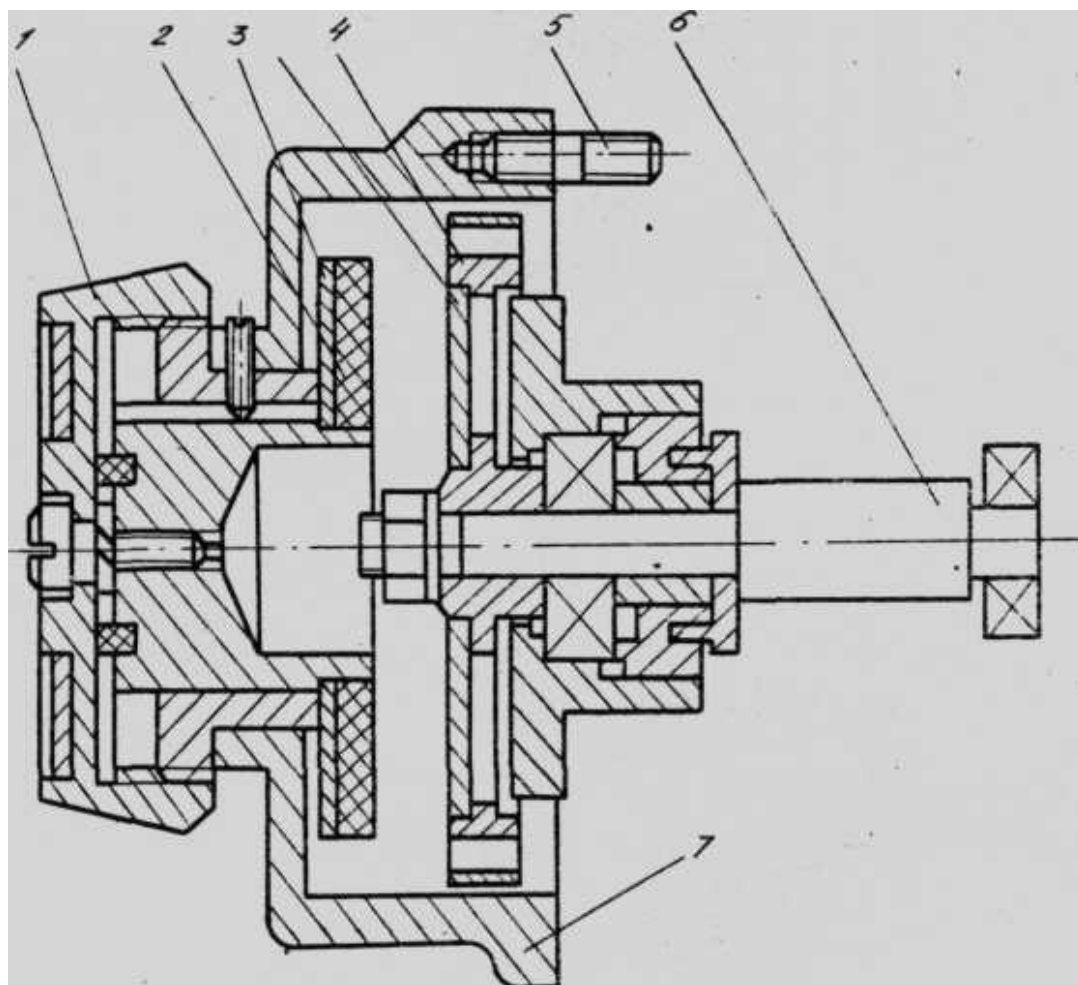

Рис. 2. Привод турбинный:
**Привод турбинный** (рис. 2) служит для непрерывного вращения ведущего ролика механизма подачи проволоки и плавной регулировки числа оборотов его. Вращение вала турбины обеспечивается подачей сжатого воздуха на лопатки рабочего колеса. Наибольшая скорость вращения колеса турбины 35000 об/мин.